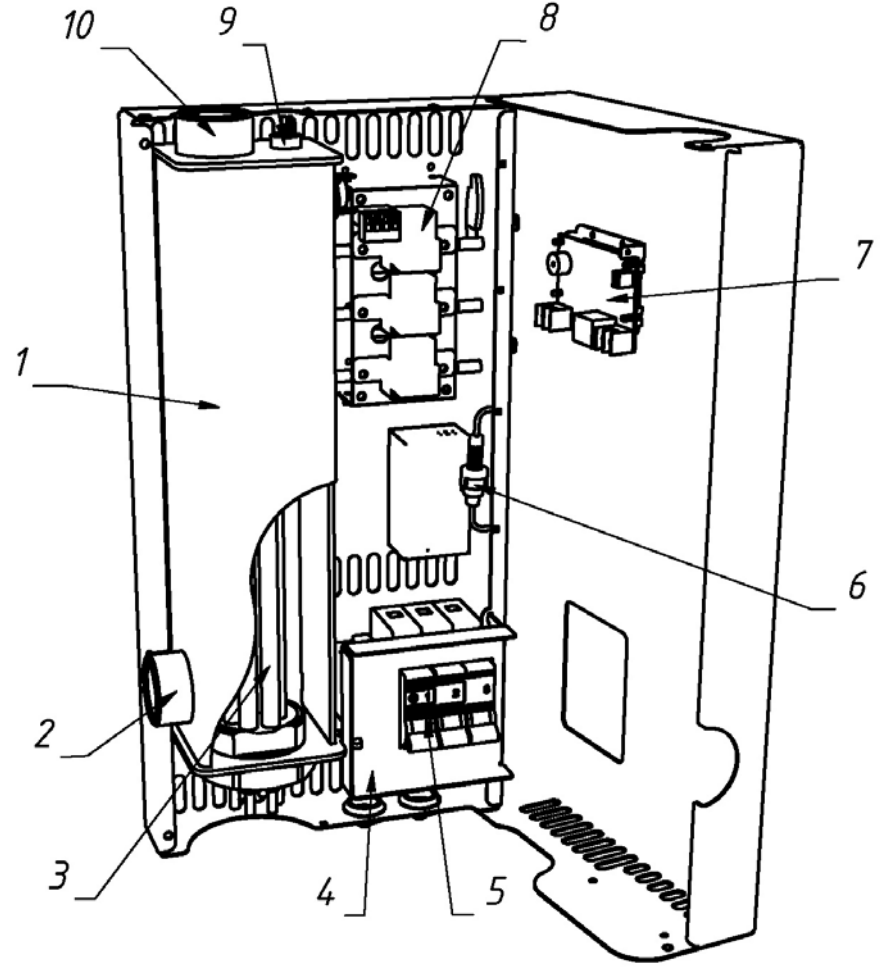
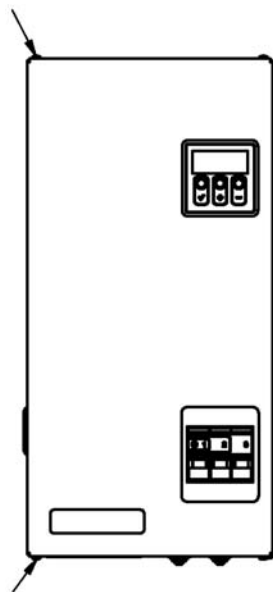

Рис. 2 Устройство прибора
Рис. 3 Винты откручиваемые для открытия кожуха
- 4.1. Для открытия кожуха допускается откручивать только винты, указанные на Рис. 3. Передняя часть кожуха, на которой расположена панель управления открывается согласно Рис. 2.
- 4.2. Прибор, (Рис. 2) состоит из следующих основных частей:
- 4.3. Прибор (Рис. 2) состоит из теплоизолированного бака (1) с патрубками выхода (2) и входа (10) воды.